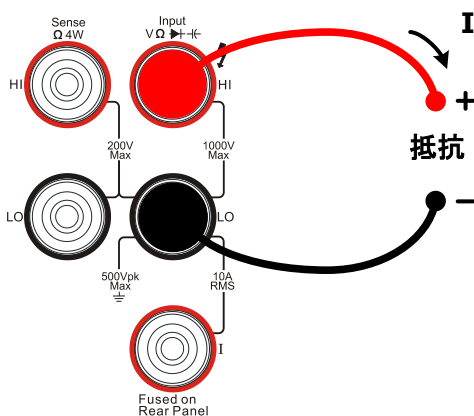

図 2-17 結線図
1. 図 2-17 のように付属の赤色テストリード線を「Input HI」端子に、黒色テストリード線を「Input LO」端子に接続します。